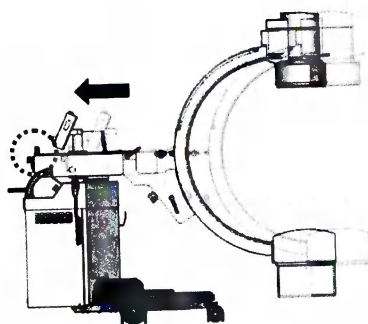

Рисунок 51
8.2.1.1 Горизонтальная тележка должна быть полностью возвращена в позицию и зафиксирована с помощью тормоза 1 (см. рисунок 51).